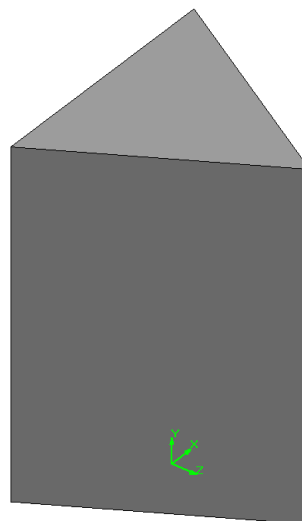

Рис. 13.2. Модель правильной треугольной призмы.
1.13. Рассмотрите изображение правильной треугольной призмы (рис. 13.2) в различных режимах отображения: **Каркас**, **Невидимые линии тонкие**, **Полутоновое**.